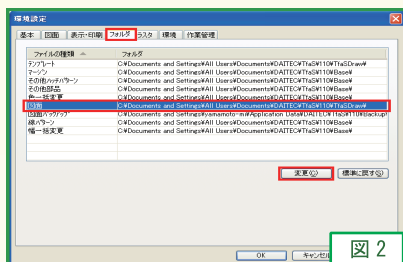

図 2
1. メニューバー [設定] - [環境設定] でダイアログを表示し、「フォルダ」タブをクリックします (図 2)。
2. 「ファイルの種類」の「図面」を選択し、「変更」ボタンをクリックします。(同 図 2)。